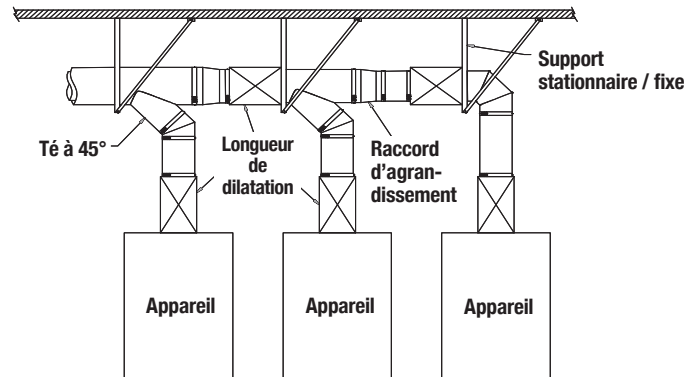

Figure 13 - Raccordement de plusieurs appareils avec des tés à 45°
- Si un té à 45° est utilisé pour connecter plusieurs appareils entre eux, la dilatation thermique doit être prise en compte. Une longueur de dilatation doit être installée entre les tés pour éviter que des moments de flexion y soient appliqués (voir Figure 13).